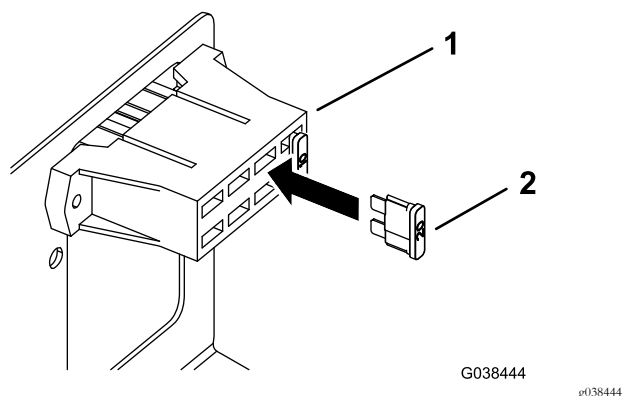

Figura 14
4. Inserite il fusibile in uno slot vuoto del portafusibili (Figura 14).